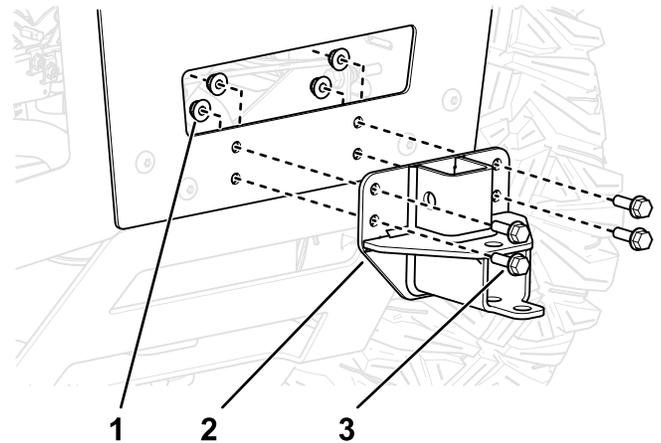

Bild 7
4. Befestigen Sie die Befestigungshalterungen für den Grasfangkorb an der Maschine, wie in Bild 7 dargestellt.